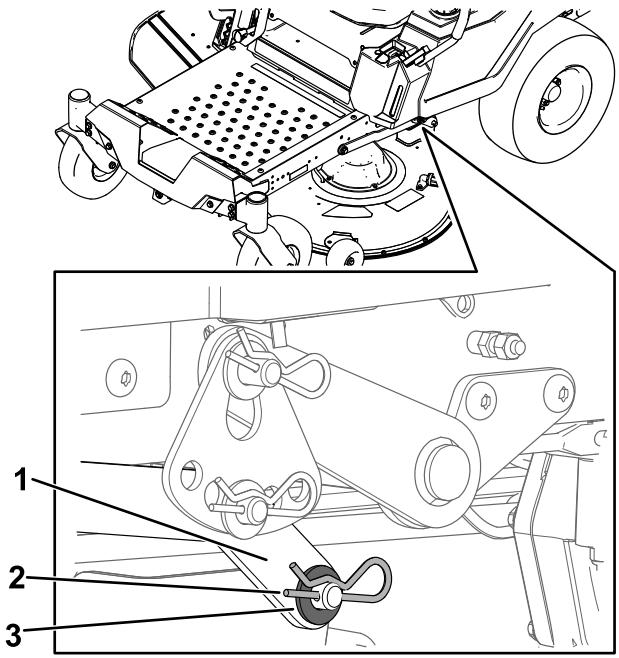

Рисунок 72
- На одной стороне машины извлеките шайбу и шплинт из штифта деки (Рисунок 72).
8. Снимите подъемный рычаг со штифта деки (Рисунок 72).
5. На одной стороне машины поднимите заднюю часть деки газонокосилки и установите подъемный рычаг на штифт деки (Рисунок 72).
6. Установите подъемный рычаг с помощью шайбы и шплинта (Рисунок 72).